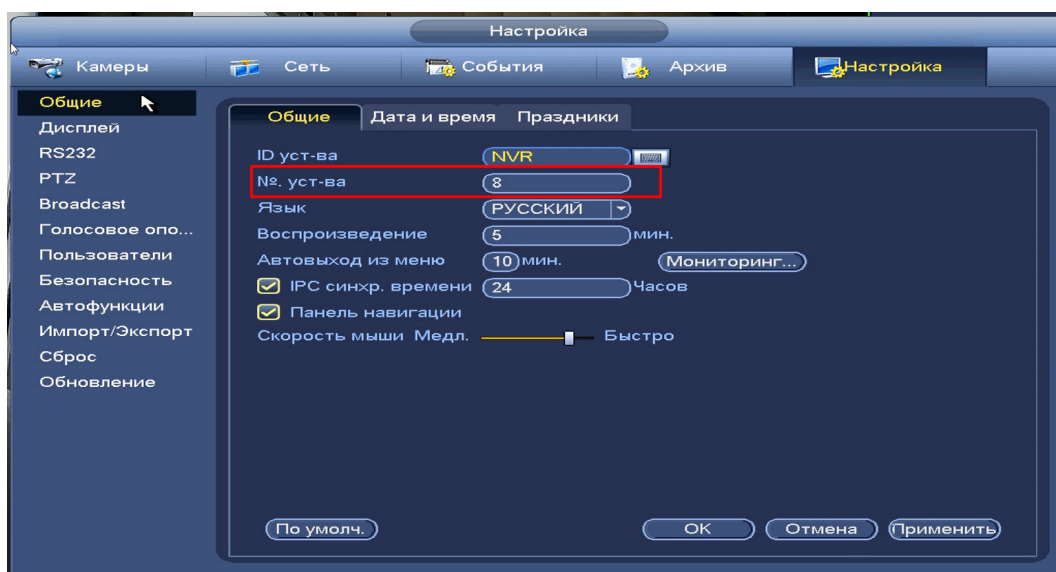

Рисунок 6.27 – Интерфейс для установки номера устройства
2. Установив номер устройства на видеорегистраторе (Рисунок 6.27), перейдите в настройки пульта управления.
232Addr/ 485Addr	Устанавливается номер устройства, который был введено в регистраторе в меню «Общие» (см. Рисунок 6.27).